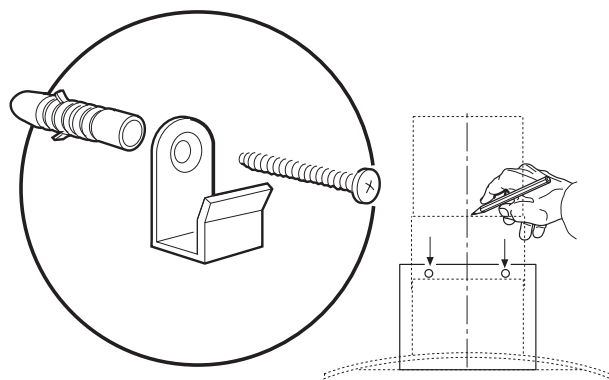

Рис.4
- Приложите монтажный шаблон к стене на правильной высоте (рис. 4).
- На монтажном шаблоне нанесена линия, соответствующая центру прибора; нарисуйте карандашом эту линию до самого потолка, это поможет при установке (рис. 4).
- В соответствии с шаблоном просверлите два отверстия, вставьте дюбели и закрепите крюки винтами 5x45 (рис. 4).